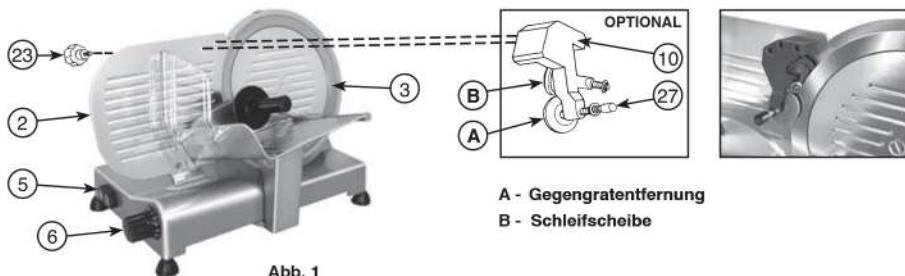

Abb. 1
- Die verstellbare Platte (2) auf den grösste mögliche Abstand vom Messer (3) durch das Drehen des Drehknopfes (6) bringen.
- Die Schleifgruppe (10) auf die verstellbare Platte legen (Sehen Fig. 1) und durch den Griff (23) darauf befestigen.
- Den Motorbetätigungsenschalter für das automatische Schleifen einschalten (5). Falls nötig, den Drehknopf mit Gradeinteilung (6) drehen, bis sich den Schleifstein gemeinsam mit dem Messer dreht.
- Das Messer während ungefähr einer Minute schleifen, dann den Druckknopf (27) gegen die Bildung von Grat für ca. zwei -drei Sekunden drücken.
- Inzwischen den Motor abschalten. Nach dem Schleifen die Schleifsteingruppe (10) von der verstellbaren Platte (2) entfernen und diese in ihr ursprüngliches Gehäuse zurücklegen.